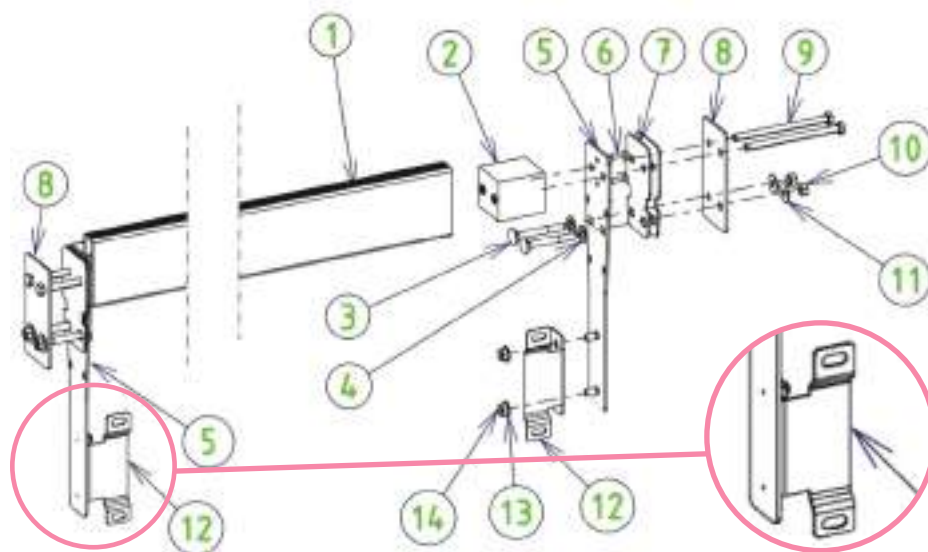

Рисунок 42 – Сборка и установка балки
Этапы установки балки показаны на *Рисунок 42*. Необходимые для сборки резьбовые детали вы найдете в пакете Y. На этом рисунке деревянная стенка расположена между деталями 7 и 8, а лайнер расположен между двумя резиновыми уплотнениями (7).
Установите два кронштейна опор перегородок (12) на пластины (5) с помощью четырех гаек (14) и четырех шайб A4 (13) из нержавеющей стали диаметром 8 мм. Выступы с продолговатыми отверстиями, предназначенными для установки кронштейнов (12), должны находиться с той же стороны балки (см. увеличенное изображение на *Рисунок 42*).
Порядок установки перегородки и прожектора показан на **Рисунок 42**. Необходимые для установки резьбовые детали вы найдете в пакете Y.
Наконец, закрепите перегородку в кронштейнах (деталь 12 на **Рисунок 42**) с помощью четырех призонных винтов (7) 8 × 16, четырех шайб и четырех гаек A4 из нержавеющей стали диаметром 8 мм.